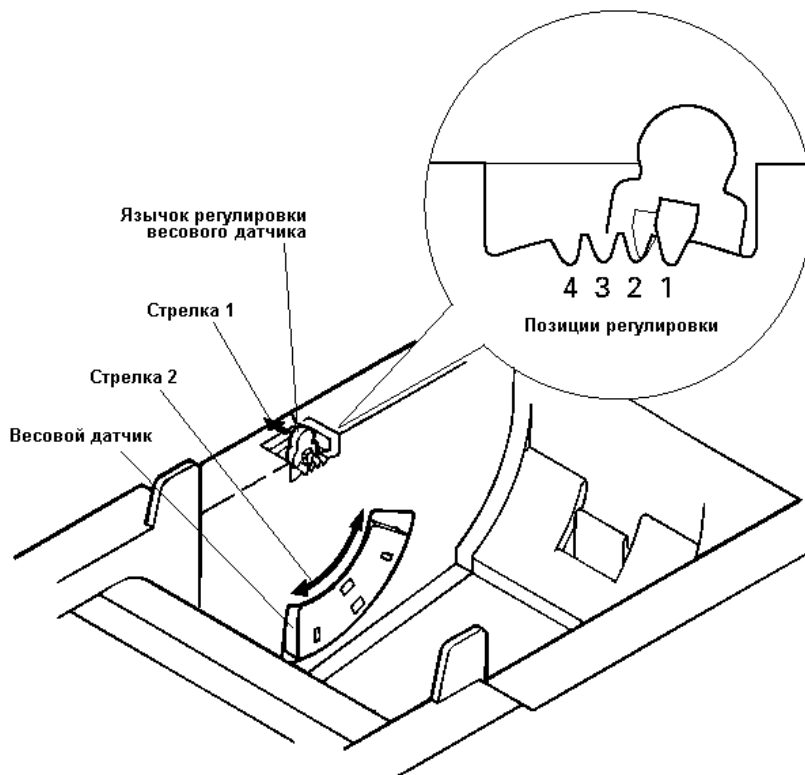

Рисунок 22 Настройка весового датчика
3. Слегка отогните язычок регулировки весового датчика в направлении, указанном на Рис. 22 Стрелкой 1, и переместите на нужную позицию. Нумерация позиций регулировки указана на корпусе ККТ, а также на Рис. 22, где язычок датчика показан со стороны контейнера рулонной бумаги.